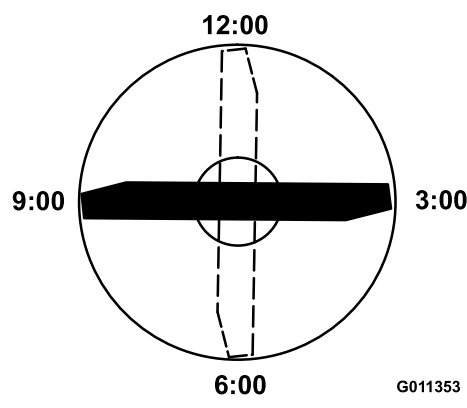

Figure 83
4. Positionnez le tranchant de l'extrémité marquée à la position 12 heures (droit devant dans la direction de la tonte) (Figure 83) et mesurez la hauteur de la surface plane au tranchant de la lame.
5. Tournez l'extrémité marquée de la lame aux positions 3 et 9 heures (Figure 83) et mesurez les hauteurs respectives.